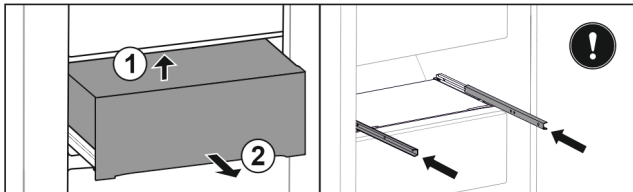

Fig. 35*
- ▶ Soulever la partie arrière en l'attrapant par le bas Fig. 35 (1).*
- ▶ Sortir le tiroir par l'avant Fig. 35 (2).*